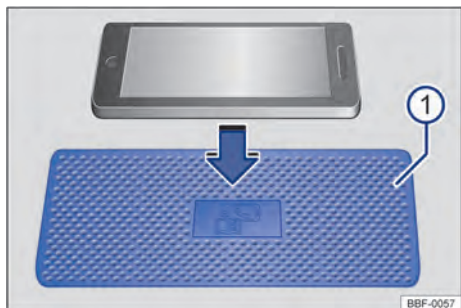

Fig. 110 Porta-objetos com esteira para a função de carga sem fio. O símbolo no tapete de revestimento pode ter uma aparência diferente em alguns veículos.
Dependendo da versão do veículo, a área de carregamento → Fig. 110① para a função de carregamento sem fio está localizada no centro do console central ou no compartimento de armazenamento na área entre os bancos da frente.